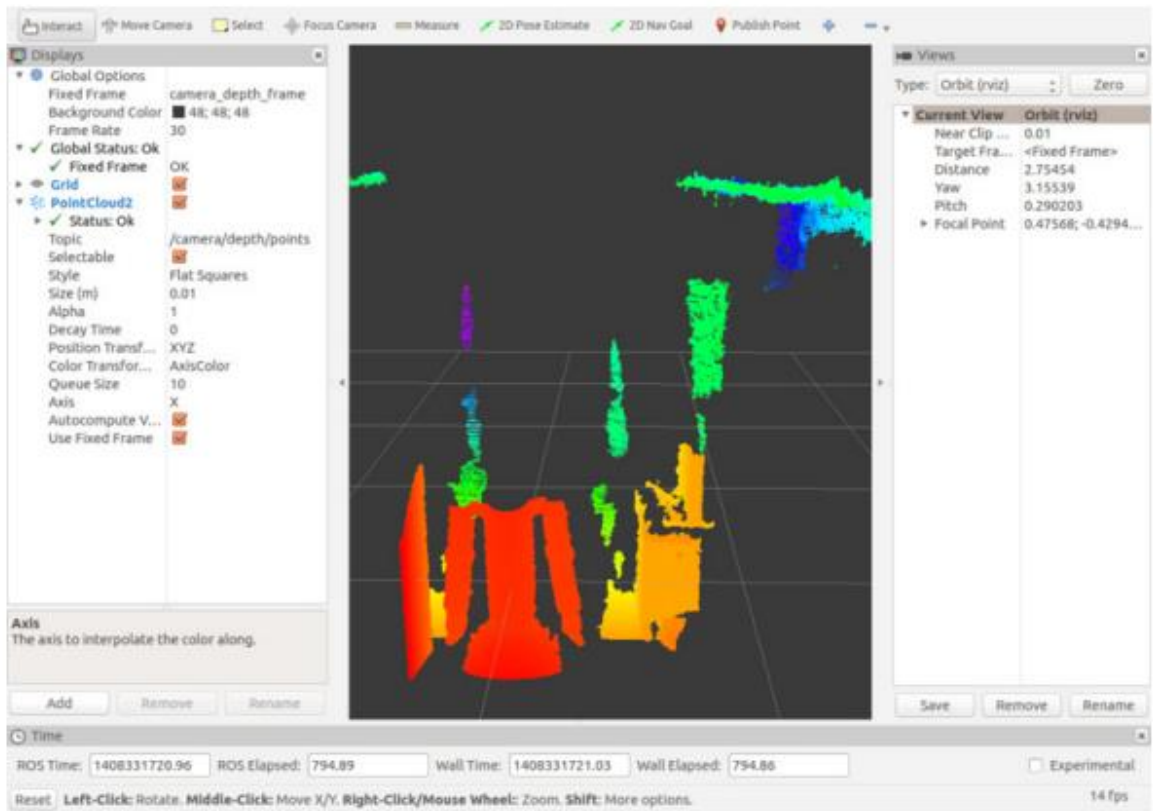

Рис. 79 Point cloud data visualized on the RViz's PointCloud2 display
❶ Перейдіть до [Глобальні параметри] та змініть [фіксований кадр] на 'camera_depth_frame'.
❷ Натисніть кнопку [Додати] в лівому нижньому кутку RViz, потім виберіть [PointCloud2], щоб додати його. Встановіть тему 'камера / Глибина / точки' і виберіть розмір і колір.
❸ Після завершення всіх налаштувань ви можете побачити дані PCD, як показано на рис. 79. Оскільки колір прив'язка встановлена до осі X, чим далі точка знаходиться від осі X, тим ближче колір стає до фіолетового.